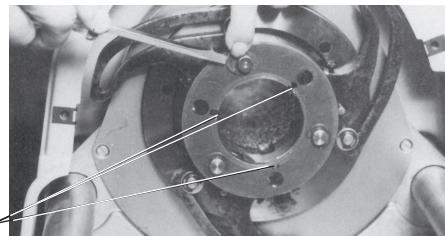

Figura 2 – Placa de retención delantera con ranuras (se muestra la roscadora 1822)
- Inspeccione la máquina roscadora y confirme que tiene una placa de retención delantera con ranuras para la llave del adaptador (vea la Figura 2). Si fuera necesario, consiga e instale una nueva placa de retención con ranuras.